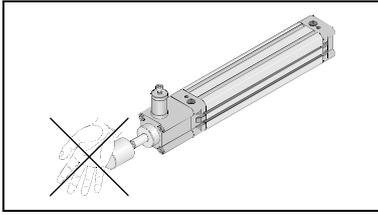

Bild 17 / Fig. 17
- Stellen Sie sicher, dass sich keine Person in der Hubrichtung bewegter Massen befindet (Bild 17, Verletzungsgefahr).
- Make sure that nobody is in the path of the moving mass (Fig. 17, risk of violation).